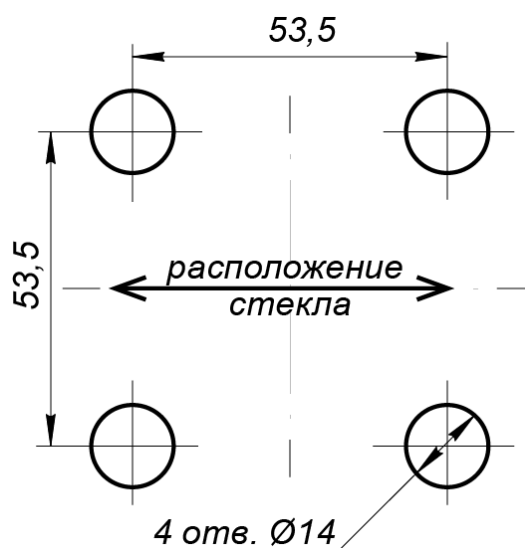

Рисунок 3. Разметка отверстий для крепления мини-стойки
2. От центров разметьте по 4 точки крепления фланцев к установочной поверхности, как показано на рис. 3, в данных точках выполните отверстия $\varnothing 14$ под анкеры. Вставьте анкеры на всю глубину подготовленных отверстий.